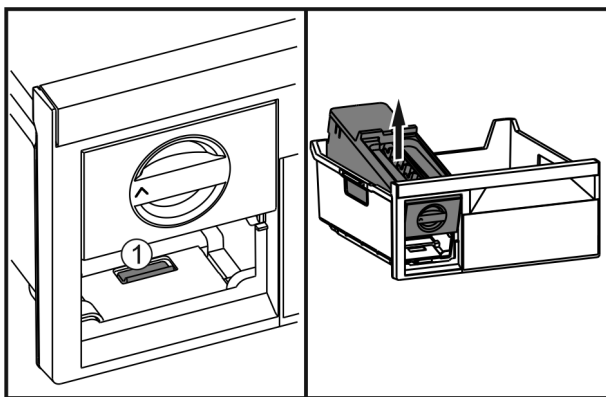

Fig. 48
- Appuyer sur la languette Fig. 48 (1), soulever l'EasyTwist-Ice depuis l'arrière et le faire sortir du tiroir de congélation.